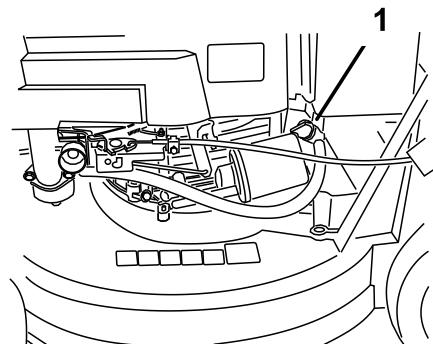

Figura 14
2. Abra la válvula de combustible (Figura 14)